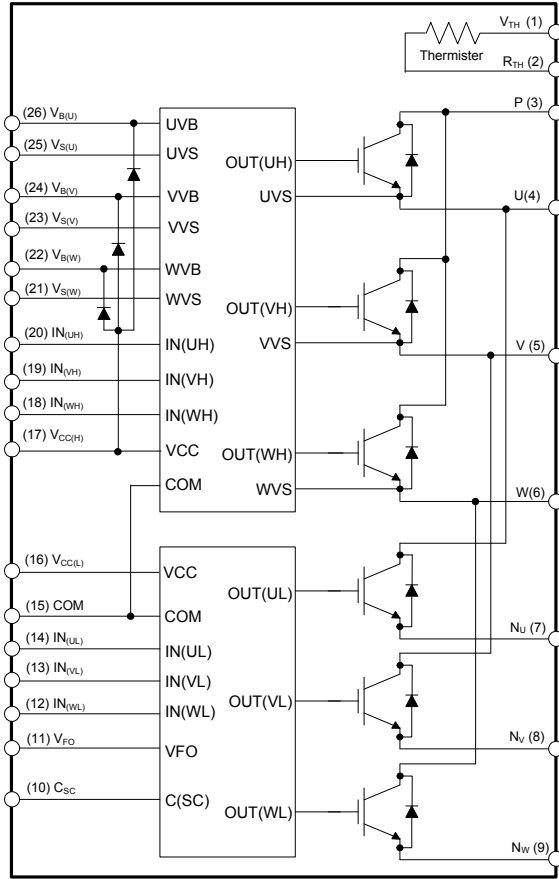

图 3. 内部框图
- 600 V - 8 A IGBT 逆变器，适用于三相 DC / AC 功率转换（请参阅图 3）